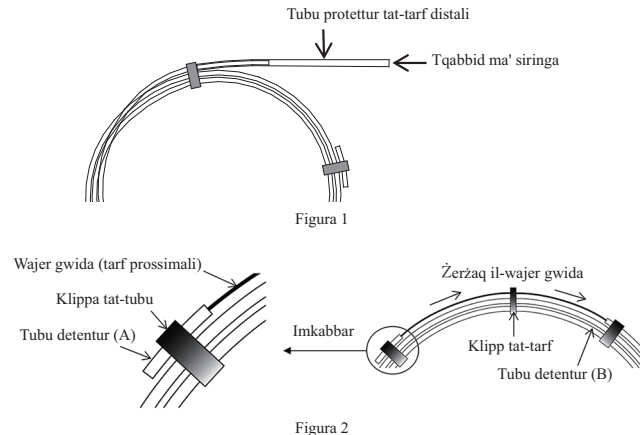

Figura 2
- Nehhi l-wajer gwida mill-klipp tat-tarf u żerzax il-wajer gwida bil-mod, imbotta t-tarf distali tal-wajer gwida minn ġoṭ-tubu detentur (B) (Figura 2).